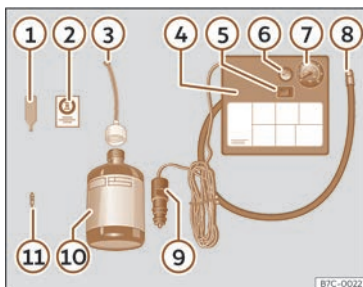

Fig. 252 Afîșajul standard: componentele kitului de reparație anvelope în caz de pană.
Kitul de reparație anvelope în caz de pană este amplasat sub podeaua portbagajului. Include următoarele componente >>> **fig. 252**:
- Deșurubați capacul ventilului anvelopei și inserția. Utilizați dispozitivul >>> **fig. 252 ①** pentru a scoate capacul ventilului. Așezați-o pe o suprafață curată.
- Scuturați bine recipientul cu etanșant pentru anvelope >>> **fig. 252 ⑩**.
- Înșurubați furtunul de umflare >>> **fig. 252 ③** pe recipientul cu etanșant. Sigiliul recipientului se va rupe automat.
- Scoateți capacul de umplere >>> **fig. 252 ③** și înșurubați capătul deschis al tubului pe ventilul anvelopei.
- Înlocuiți capacul cu dispozitivul >>> **fig. 252 ①** pe ventilul anvelopei.
- Înșurubați furtunul compresorului pentru umflarea anvelopei >>> **fig. 252 ⑧** pe ventilul anvelopei.
- Verificați dacă șurubul de evacuare a aerului este închis >>> **fig. 252 ⑥**.
- Cuplați mufa >>> **fig. 252 ⑨** la priza de 12 V a autovehiculului >>> pag. 260.
- Porniți compresorul de aer de la comutatorul ON/OFF (pornit/oprit) >>> **fig. 252 ⑤**.
• Lipiți autocolantul >>> **fig. 252 ②** pe afișajul panoului de bord, în câmpul vizual al șoferului.
>>> **fig. 252 ⑧** și verificați presiunea pe manometrul ⑦.